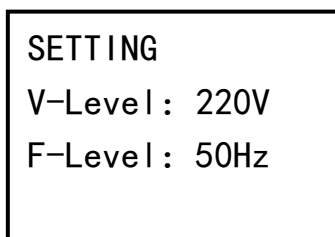

Рисунок 19
- уровень входного напряжения и его частоту (см. рисунок 19);